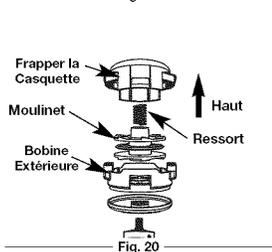

Fig. 20
- Retirez le couvercle soit en le faisant sauter, soit en le dégageant petit à petit, puis retirez la bobine (Fig. 20)
- Replacez la bobine dans le couvercle de la bobine extérieure (Fig. 20).